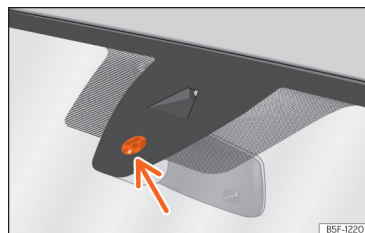

Abb. 107 Sensitive Fläche des Regensensors.
Mögliche Ursachen für Störungen und Fehlerinterpretationen im Bereich der sensitiven Fläche »» (Abb. 107) des Regensensors sind u.a.:
• **Schmutz:** Trockener Staub, Wachs, Scheibenbeschichtungen (Lotuseffekt) oder Waschlösungsmittelrückstände (Waschstraße) können den Regensensor tendenziell unempfindlicher machen oder später, langsamer oder gar nicht mehr reagieren lassen. Die Sensorfläche des Regensensors »» (Abb. 107) (Pfeil) regelmäßig reinigen und die Scheibenwischerblätter auf Beschädigungen prüfen.